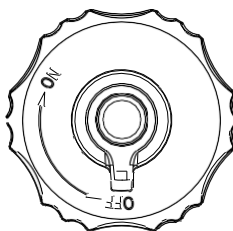

Рисунок 2-9. Кришка паливного баку
3. Очистіть область навколо кришки паливного баку та поверніть у положення УВІМК. вентиляційний отвір кришки паливного баку. Див. **Рисунок 2-9.**